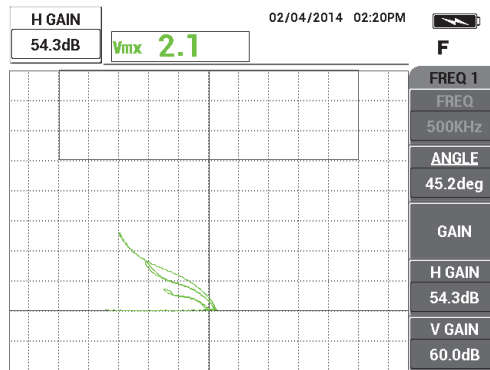

図 5-5 水平ゲインの調整
7. ゲインキー (**dB**) を 2 回押して **H ゲイン** を画面の左上に表示し、より大きいノッチの信号が十字線から 3 目ほど離れるまでノブを回して水平ゲインを減少させます (132 ページの図 5-5 を参照)。